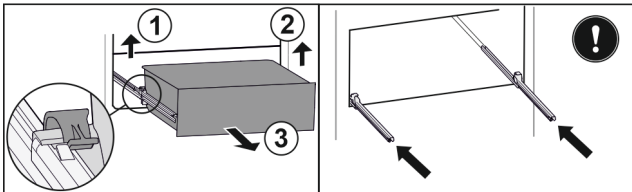

Fig. 41
- ▶ Linke Klemme anheben und gleichzeitig Schubfach links nach vorne ziehen. Fig. 41 (1)
- ▶ Rechte Klemme anheben und gleichzeitig Schubfach rechts nach vorne ziehen. Fig. 41 (2)
- ▶ Schubfach nach vorne entnehmen. Fig. 41 (3)